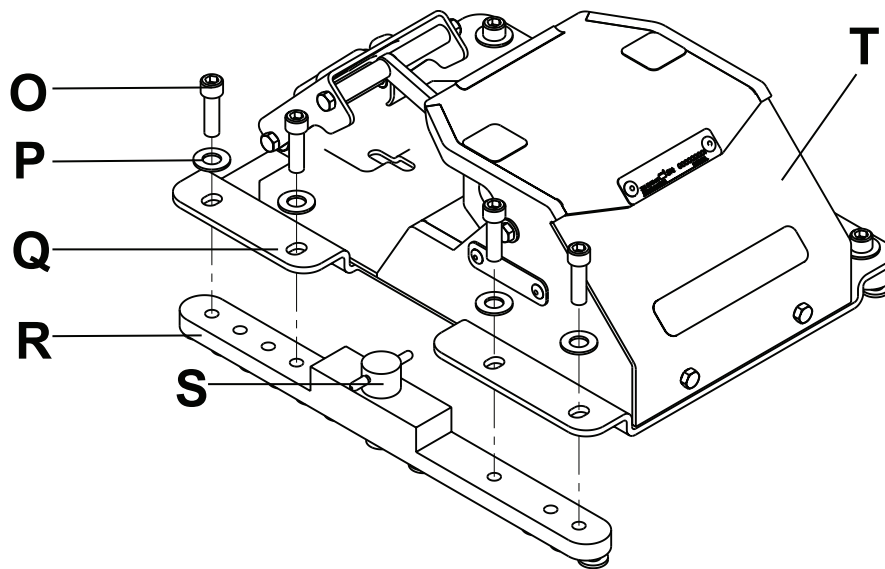
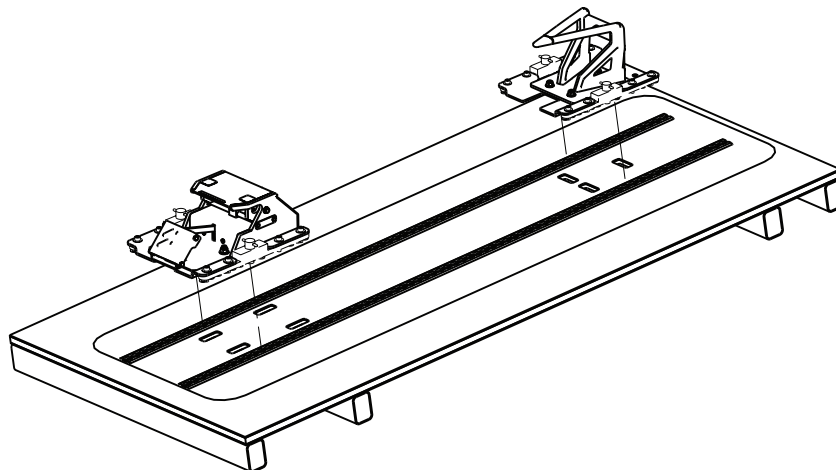

Abbildung 7 – Montage der Fußendbefestigung
Abbildung 8 – Kopf- und Fußendbefestigung – Installation auf Bodenschienen
1. Die acht Unterlegscheiben (P) zwischen die acht Schrauben (O) (auf jeder Seite vier) und die Sicherungsbasisplatte der Fußendebefestigung (Q) positionieren (Abbildung 7).
5. Den Sperrriegelschlüssel gegen den Uhrzeigersinn drehen, um den Sperrriegel auf dem **Unwin**-Adapter (R) der Fußendbefestigung (T) zu entriegeln (Abbildung 7).
6. Den Sperrriegelschlüssel anheben und um eine halbe Umdrehung drehen, um den Sperrriegel (S) zu lösen
8. Den Sperrriegelschlüssel im Uhrzeigersinn drehen, um den Sperrriegel zu entriegeln und den **Unwin**-Adapter (R) an der Bodenschiene zu verriegeln.
9. Die Schritte 5–8 wiederholen, um die Kopfendbefestigung an der Bodenschiene zu installieren (Abbildung 8).